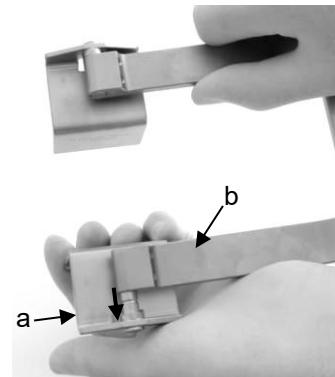

Abb. 13
- 10 Die Verbindung der Blätter (a) mit dem Spreizerrahmen (b) ist jeweils durch zwei Kugelschnappverschlüsse gegen ungewolltes Lösen der Blätter gesichert. Beim Entfernen der Blätter kann diese Sicherung mit geringem Kraftaufwand überwunden werden (vgl. Abb. 13).